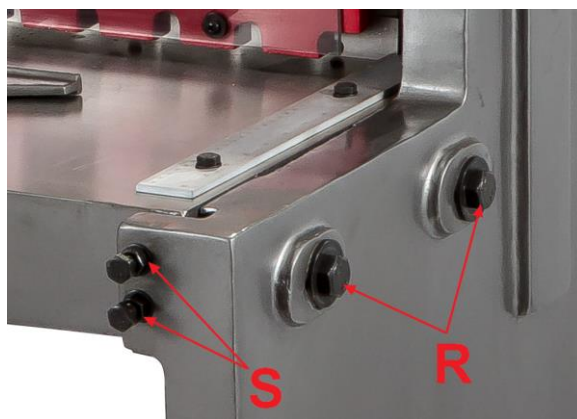

Рис.5
2. Ослабьте шестигранные гайки и болты (S, Рис.5). При незатянутых винтах все четыре угла стола должны располагаться под прямым углом к правой и левой боковой панели. При необходимости подложите прокладки под ножки станка.
Передвиньте нижний нож по направлению к верхнему. Немного ослабьте болты (R, Рис.5) и
шестигранные гайки и поверните болты (S, Рис.5) для перемещения нижнего ножа к верхнему. Расстояние между верхним и нижним ножами должно составлять от 0,002 до 0,005 дюйма. Ножи **НЕ** должны перекрываться. Повторите тест с разрезом бумаги. Когда резка вас устроит, затяните шестигранные гайки (S, Рис 5) и болты (R, Рис. 5).